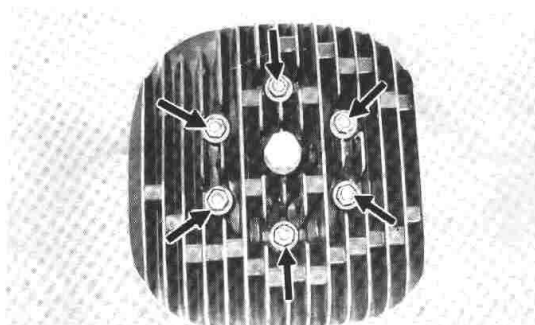

Fig. 3-3-2
Remove cylinder head holding nuts (6) and cylinder head. (Fig. 3-3-2)
Retirez les écrous fixant la culasse (6), puis la culasse. (Fig. 3-3-2)